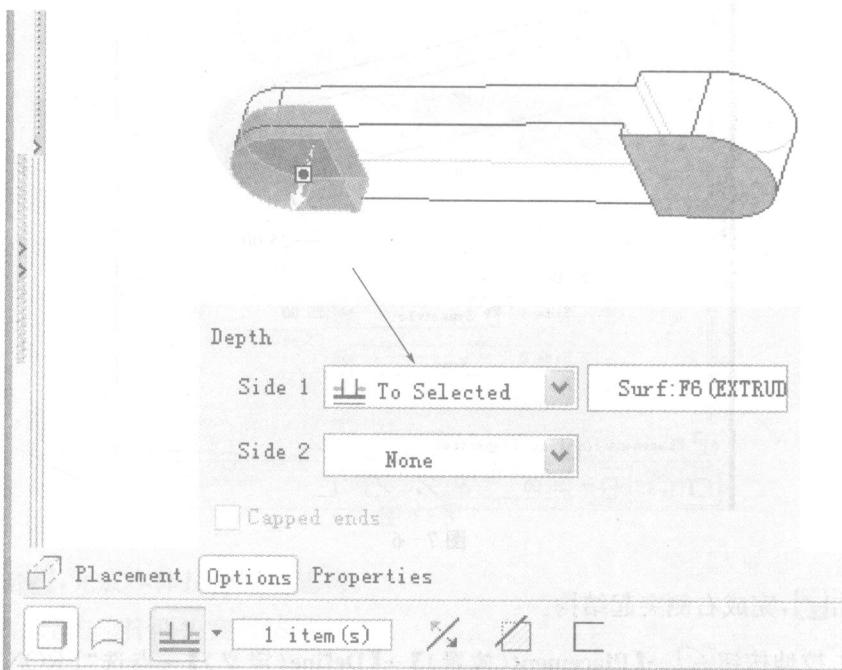

图 7-9
⑦ 点击 \checkmark ,完成草绘→【Options(选项)】→修改“Side 1(第 1 侧)”深度方式为【To Selected(到选定的)】→点选右侧突起前面(如图 7-9 所示)。